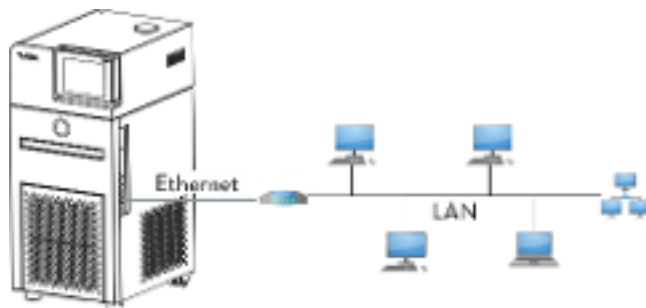
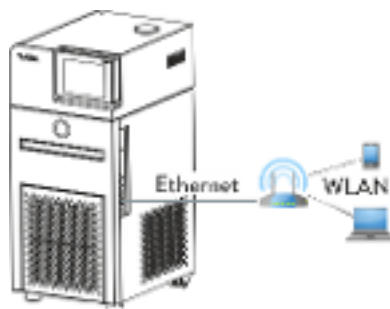

Abb. 13: Verbunden über LAN
Abb. 15: Verbunden über WLAN
In Abb. 13 ist dargestellt, wie das Temperiergerät mit einem Leitstand/PC über ein LAN-Netzwerk verbunden ist.
In Abb. 15 ist eine direkte Verbindung vom Leitstand/PC zum LAUDA Temperiergerät über ein WLAN dargestellt. Der WLAN-Router ist dabei als ein Access-Point zu konfigurieren. Wie der WLAN-Router konfiguriert werden muss, entnehmen Sie der Anleitung des Routers.
- Für Verbindungen wie in Abb. 14 und Abb. 15 gezeigt sind, können handelsübliche WLAN-Router genommen werden. Diese müssen die benötigte Verbindungsfunktion aufweisen und die Anforderungen des Landes erfüllen in denen sie betrieben werden. Für den Aufbau, wie in Abb. 14 dargestellt, empfiehlt LAUDA jedoch einen Industrie-WLAN-Router zu verwenden.
11. Verbinden Sie die Ethernet-Schnittstelle des Temperiergeräts wie auf Abb. 13 bis Abb. 15 gezeigt. Verwenden Sie ein handelsübliches Ethernetkabel (Patch-Kabel).
7. Verbinden Sie die Ethernet-Schnittstelle des Temperiergeräts wie auf Abb. 13 bis Abb. 15 gezeigt. Verwenden Sie ein handelsübliches Ethernetkabel (Patch-Kabel).